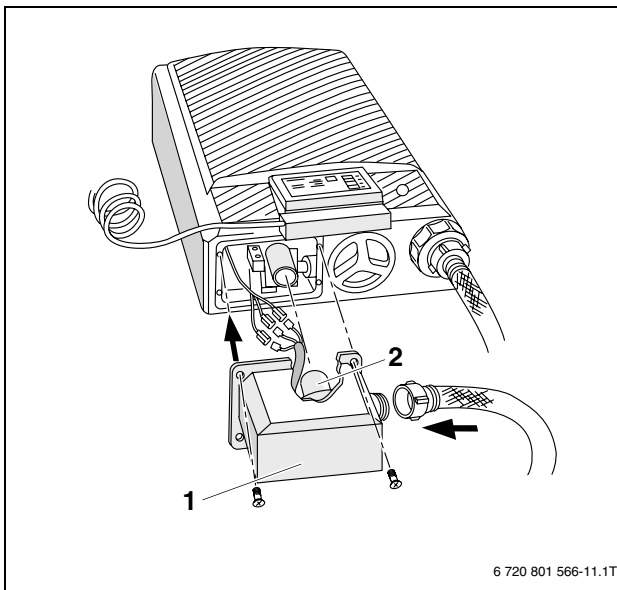

Fig. 12 Montage du module d'augmentation de la pression
- ▶ Raccorder le câble du boîtier de la pompe avec celui du module d'augmentation de la pression par la fiche (→ fig. 12).
- ▶ Placer le module d'augmentation de la pression (→ fig. 12, [1]) de manière à glisser le joint torique en place (→ fig. 12, [2]) dans la buse du module sur la buse du boîtier de la pompe.
- ▶ Positionner les perforations de la bride de fixation et du boîtier de manière à ce qu'elles correspondent parfaitement et visser le module (→ fig. 12, [1]) au boîtier de la pompe à l'aide de 4 vis.